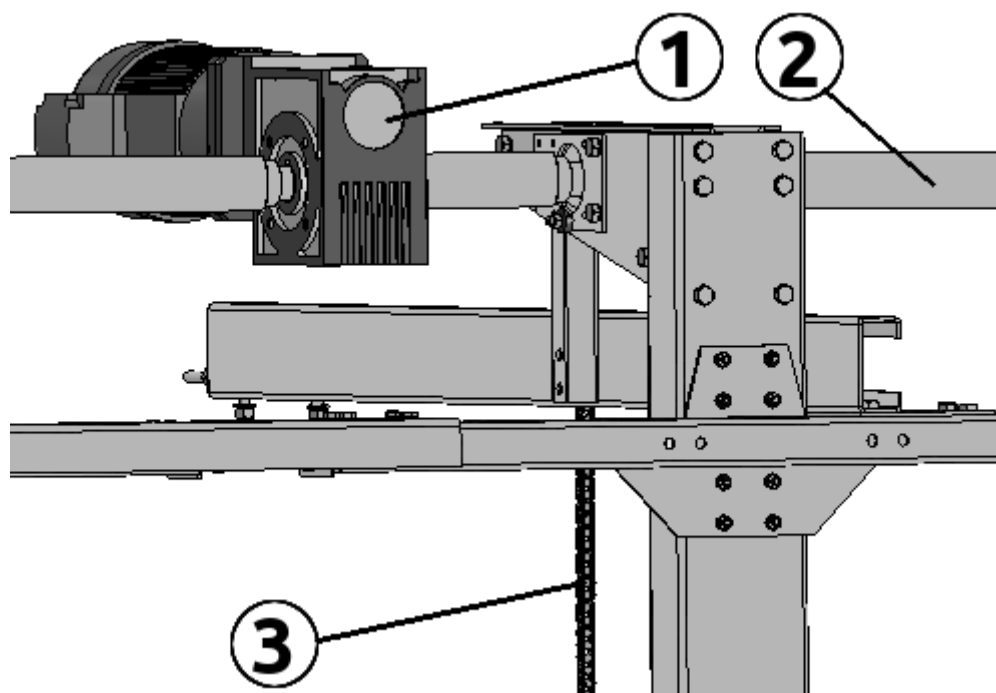

Рисунок 4.15
В движение лифтовой механизм (рис.4.15) приводится мотор-редуктором (1). К мотор-редуктору подсоединяется наборный вал (2), который проходит через звездочки во всех стойках лифта, передавая усилие тяговым цепям (3).